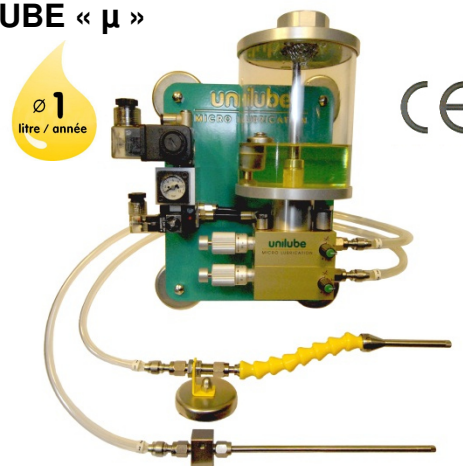

Fig. 1 : Système de Lubrification Minimale ECOLUBE « μ »
- 5.1 Avant la première mise en service et après des travaux d'entretien sur la conduite coaxiale ou les buses, il faut purger le SLM. Tant qu'il reste une quantité minimale dans le réservoir (l'orifice d'aspiration est recouvert), il ne faut en général pas purger le système. Un système de contrôle du niveau disponible en option (fig. 1, option avec réservoir d'une contenance nominale de 0,8 ou 1,5 litre) permet d'éviter une vidange intempestive par le biais d'une signalisation préalable.